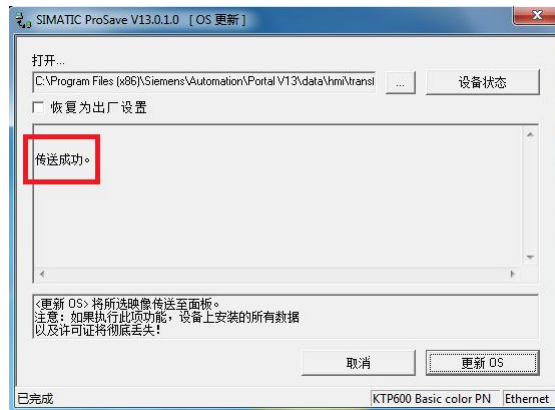

图 5-6
6. 更新结束后，面板会正常重启至 Loader 界面，“SIMATIC ProSave[OS 更新]”对话框显示“传送完成”，如图 5-6 所示，表明 OS 更新完成。